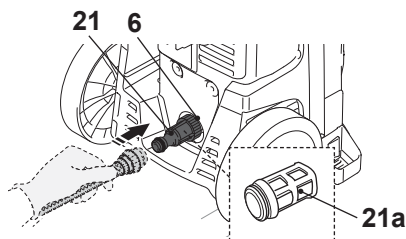

Fig. 15
1. Conecte o adaptador da mangueira de entrada de água (21) na entrada de água (6) (Fig. 15).
2. Conecte uma mangueira de água adequada (não incluído) no abastecimento de água e então a outra extremidade na água adaptador da mangueira de entrada (21).